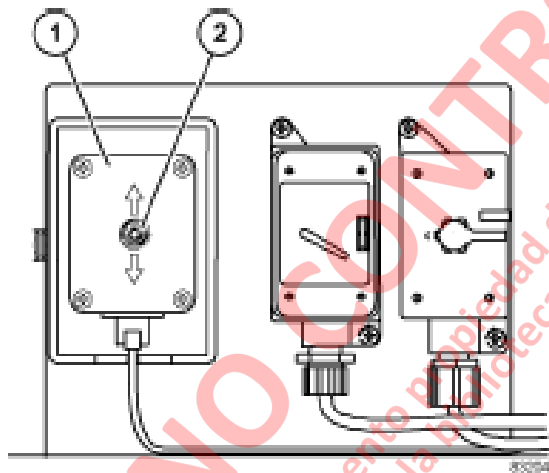

FIGURA 3-16. CAJA DE CONTROL DEL NIVEL DEL SUELO
El panel de control en la cabina (1, figura 3-16) se encuentra en el costado izquierdo del TABLA ro y contiene un microprocesador que controla, muestra, monitorea, almacena e informa los datos operacionales del sistema de la escalera. El panel de control en cabina proporciona la posición en tiempo real de la escalera al operador.
Caja de control del nivel del suelo (1, figura 3-16) se encuentra al lado de la caja de aislamiento de la batería y contiene un switch alternador (2) que baja y sube la escalera.
Para subir la escalera, oprima el switch alternador (2, figura 3-16) hacia la posición ESCALERA ARRIBA y suéltelo. La posición de la escalera a través de este interruptor es lo mismo que utilizar el panel de control de la cabina. Cualquier movimiento de la escalera será mostrada en el panel de control en la cabina.
Para bajar la escalera, empuje el switch alternador (2, figura 3-16) hacia la posición de ESCALERA ABAJO y suéltelo. Operación de escalera a través de este interruptor es lo mismo que utilizar el panel de control en la cabina. Cualquier movimiento de la escalera aparecerá en el panel de control en la cabina.